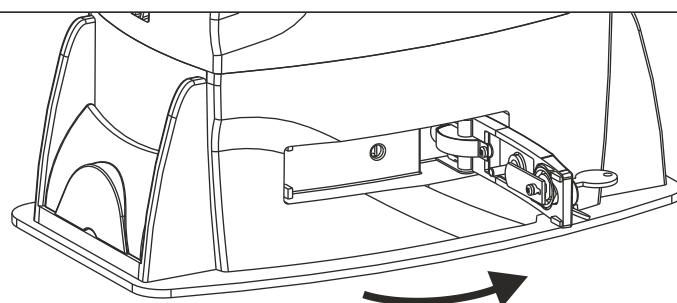

Fig. 29
- Den Entriegelungshebel bis zum Anschlag ziehen, ca. 90° (Abb. 29)